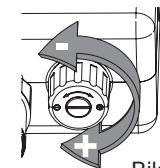

Bild 4
- Einstellgriff in Richtung Minus-Markierung drehen (-) (Bild 4)
- Einstellgriff in Richtung Plus-Markierung (+) drehen, dabei Ausgangsdruckmanometer beobachten (Bild 4).